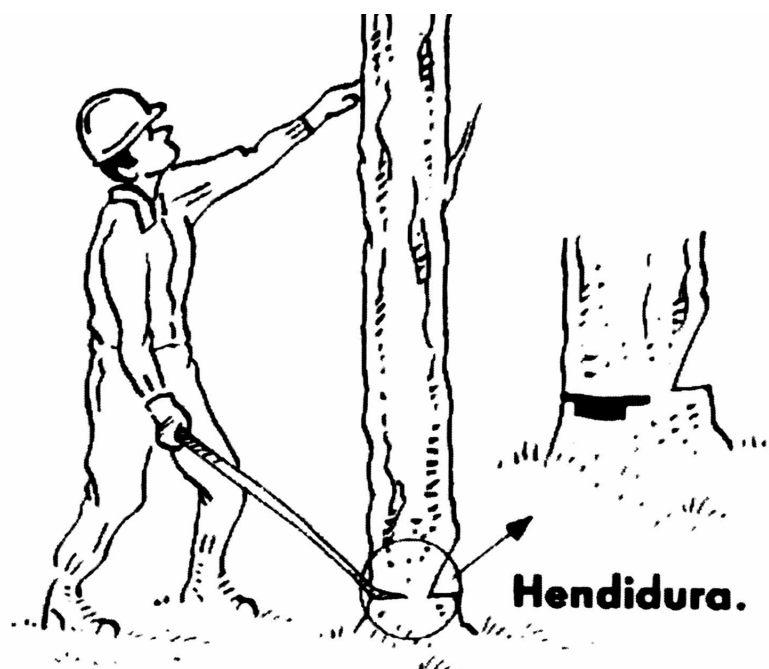

FIG. 076
- O mediante apalancamiento, introduciendo la palanca en hendidura al efecto. **FIG. 076**